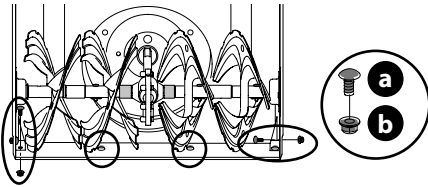

Figure 68
3. Extraiga los pernos del carro (a) y las tuercas hexagonales (b) que la sujetan a la caja de la barrena (Figure 68).
4. Monte la placa de raspado nueva, asegurándose de que las cabezas de los pernos del carro se encuentren del lado interior de la caja. Apriete bien (Figure 68).